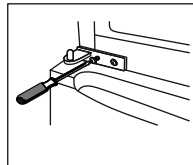

Рисунок 16
9. Измените направление средней петли на 180° С, затем переместите её в правильное левое положение. Вставьте штырь средней петли в верхнее отверстие нижней двери, закрутите болты (рис. 16).